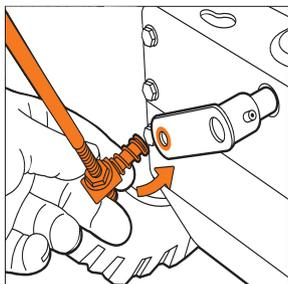
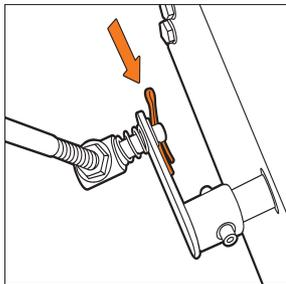

Рис. 7
Рис. 8
- Подсоедините штангу к кронштейну привода на корпусе снегоборочной машины (Рис. 7) и зашплинтуйте ее (Рис. 8).